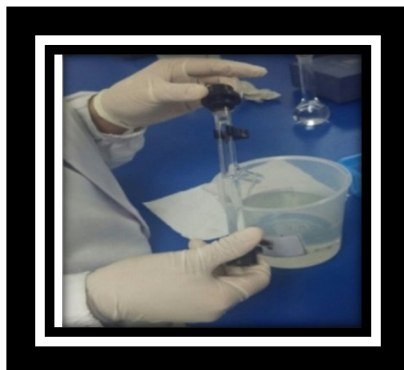

Figura 18
6.4.3 Después se debe tomar la celda con cuidado por ser frágil y se lava solamente con agua purificada. (Figura 18)